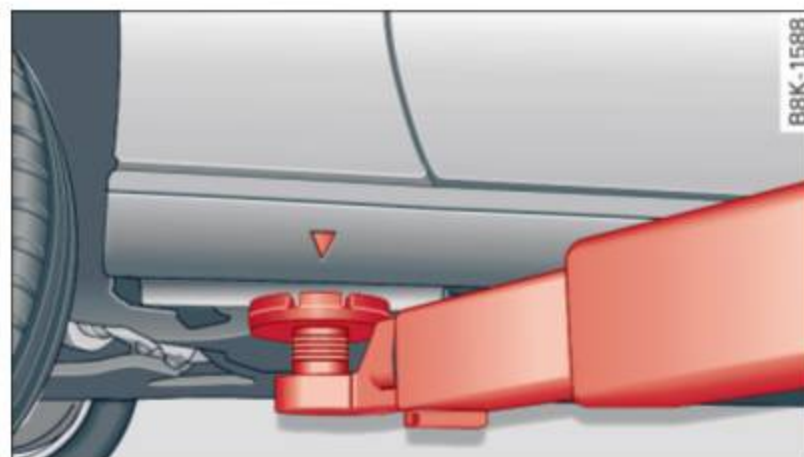
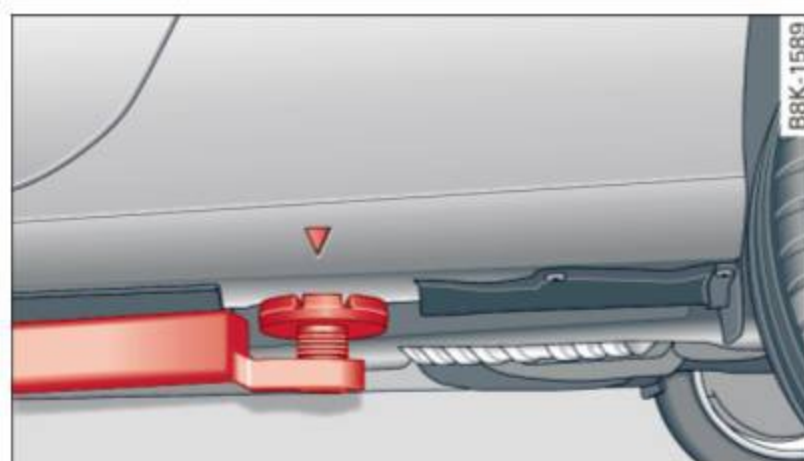

Fig. 209 Point de levage avant
Fig. 210 Point de levage arrière
- ▶ Identifiez les points de levage ⇒ fig. 209 et ⇒ fig. 210.
⇒ *fig. 209*. Ne soulevez pas le véhicule par le renfort vertical de la tôle de plancher.
Le point de levage arrière se trouve au niveau du renfort vertical du seuil pour le cric de bord ⇒ *fig. 210*.
- Ne soulevez le véhicule qu'après avoir placé le pont élévateur d'atelier ou le cric roulant uniquement sur les points de levage indiqués sur les illustrations ⇒ *fig. 209* et ⇒ *fig. 210*.